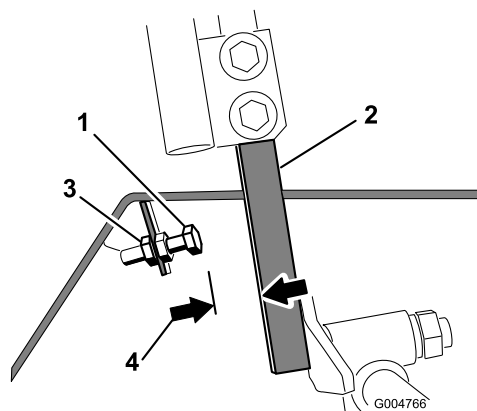

Figura 76
4. Afloje la contratuerca del perno de tope de una de las palancas de control (Figura 76).